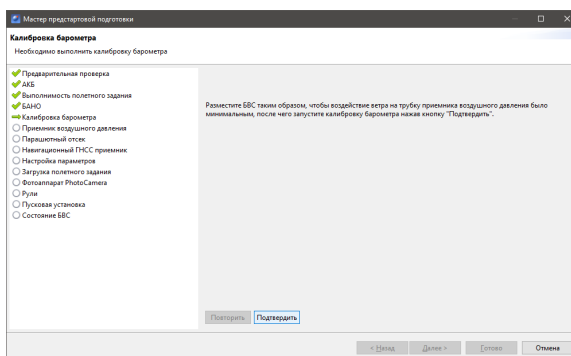

Рис. 98: Калибровка барометра
- **Калибровка барометра.** На данном этапе происходит калибровка барометра (рис. 98);